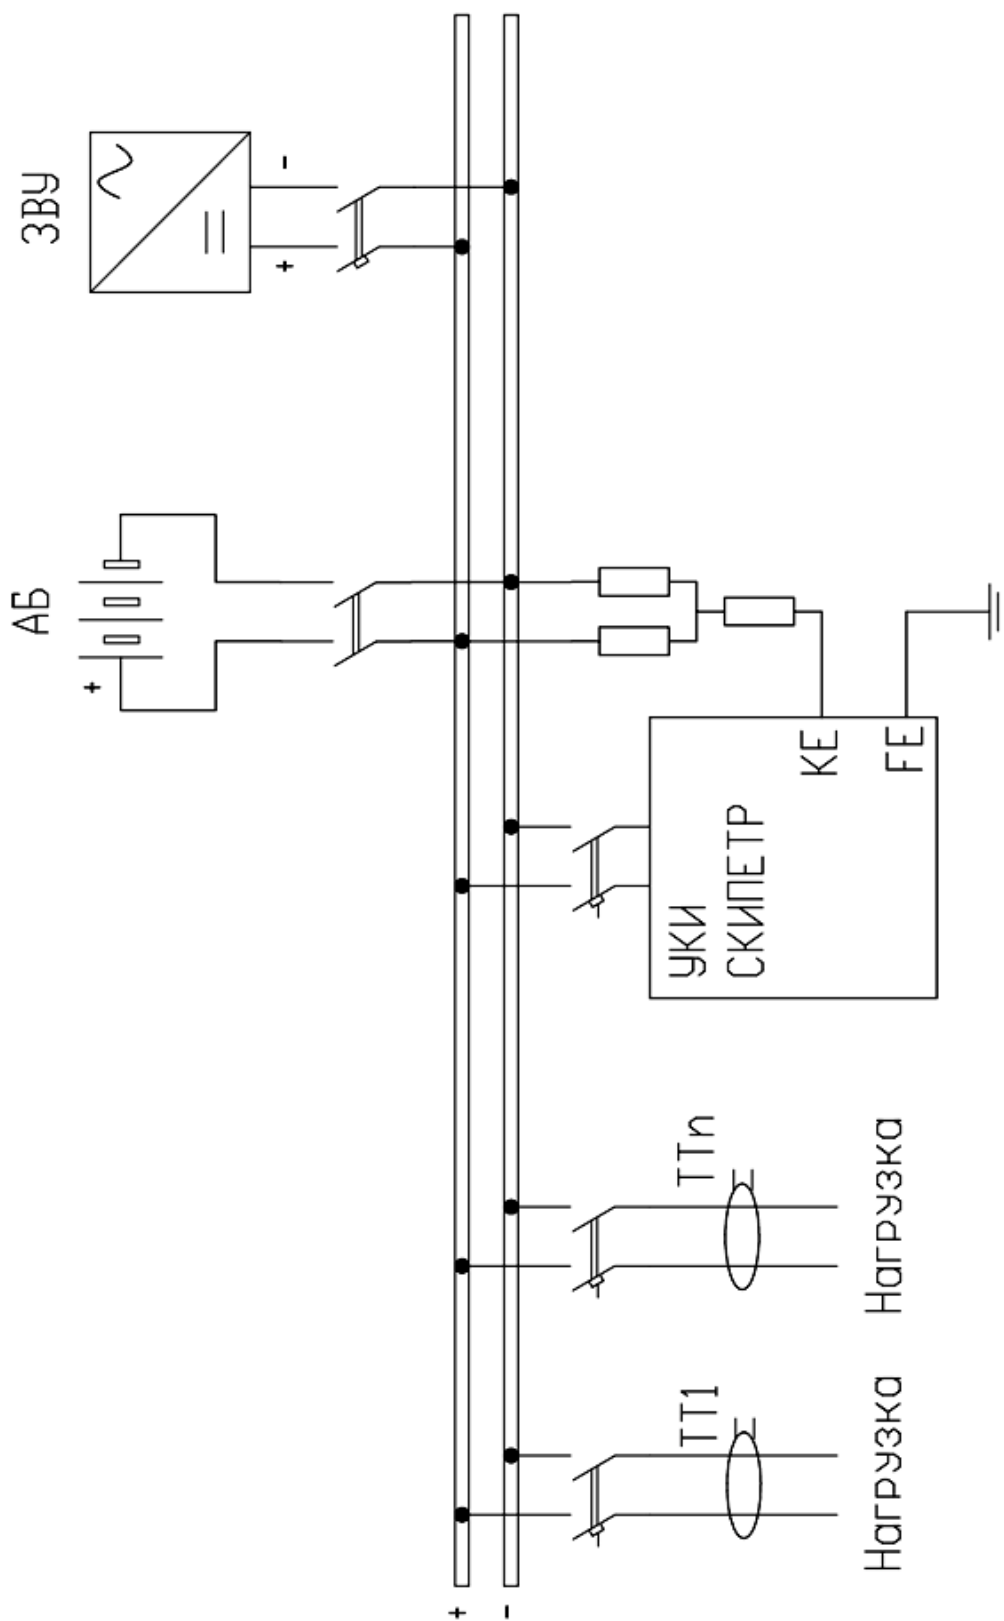

Рис.1. Общая схема подключения УКИ в СОПТ.
**СТРОКА 4:**УКИ - главное устройство СКИПЕТР, по первому каналу (прис. 1) наблюдается снижение сопротивление изоляции до 33 кОм.
**СТРОКА 2:**1 - адрес устройства Локатор #1, по второму каналу (прис.1/2) наблюдается снижение сопротивления изоляции до 33 кОм.